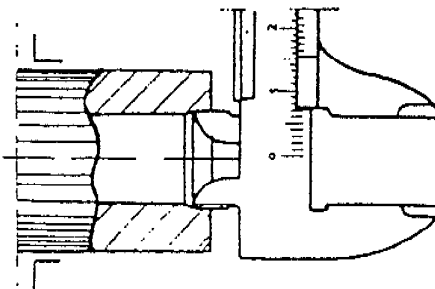

Figura 7
c. Pare el torno, retire la herramienta en el sentido longitudinal, para medir con el calibrador vernier ( Figura 7 ).